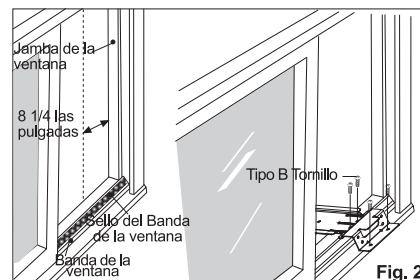

Fig. 2
3. Mida y marca suavemente una línea de 8-1/4 pulgadas desde la jamba de la ventana. Centre el conjunto del soporte en la banda de la ventana y ajústelo con 4 tornillos del tipo B (Fig. 2).